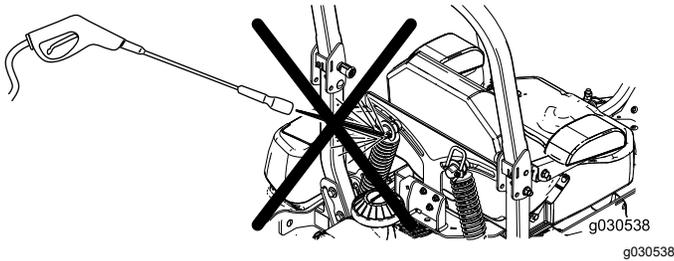

Figure 89
**Remarque:** Ne nettoyez pas les amortisseurs au jet d'eau sous pression (Figure 89).